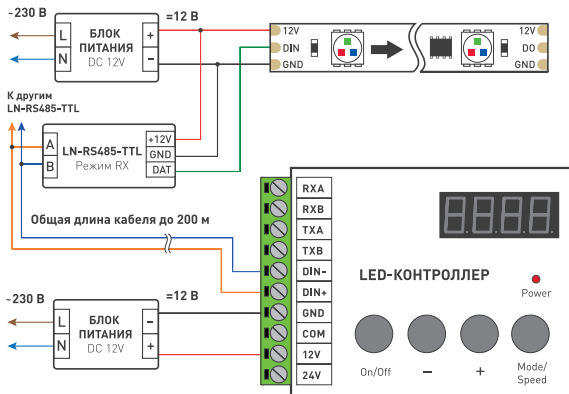

Рис.2. Подключение одного усилителя при наличии у контроллера симметричного выхода D+ и D-.
- 3.3. Подключите оборудование в соответствии с одной из приведенных схем. При наличии у контроллера симметричного выхода (DATA+ и DATA-), используется только один усилитель LN-RS485-TTL в режиме RX, установленный перед светодиодной лентой (Рис.2).